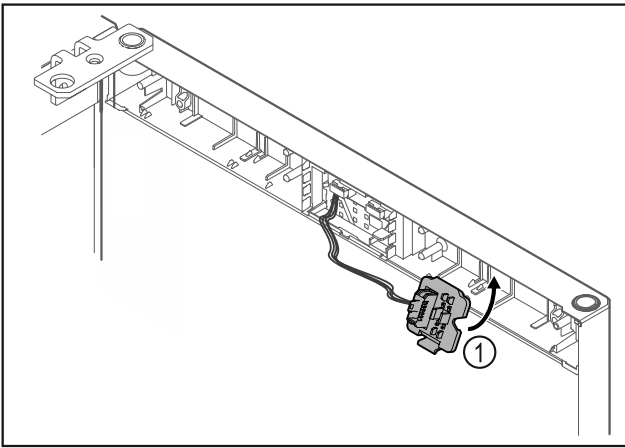

Fig. 21
- Κουμπώστε το στήριγμα του φινιρίσματος Fig. 21 (1) στην απέναντι πλευρά.